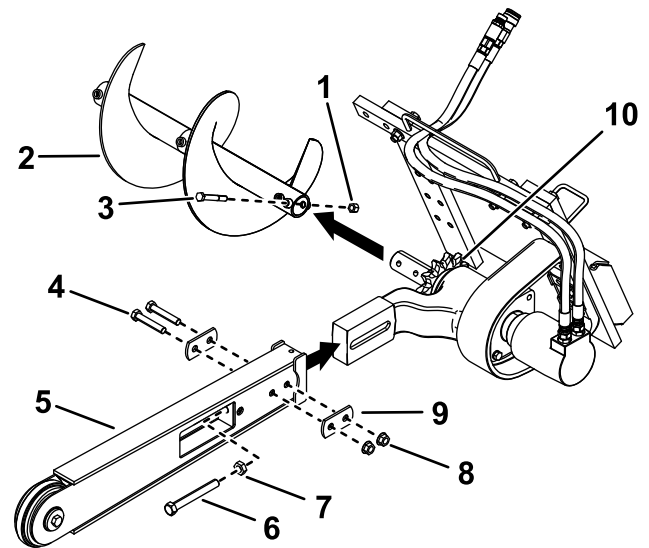

Figura 3
3. Retire el perno y la tuerca que sujetan el sinfín y retire el sinfín (Figura 3).
4. Retire los 2 pernos (5/8" x 3-1/2"), las 2 tuercas (5/8") y las 2 arandelas dobles de los laterales de la espada (Figura 3).
5. Afloje el perno de ajuste y la contratuerca (Figura 3).